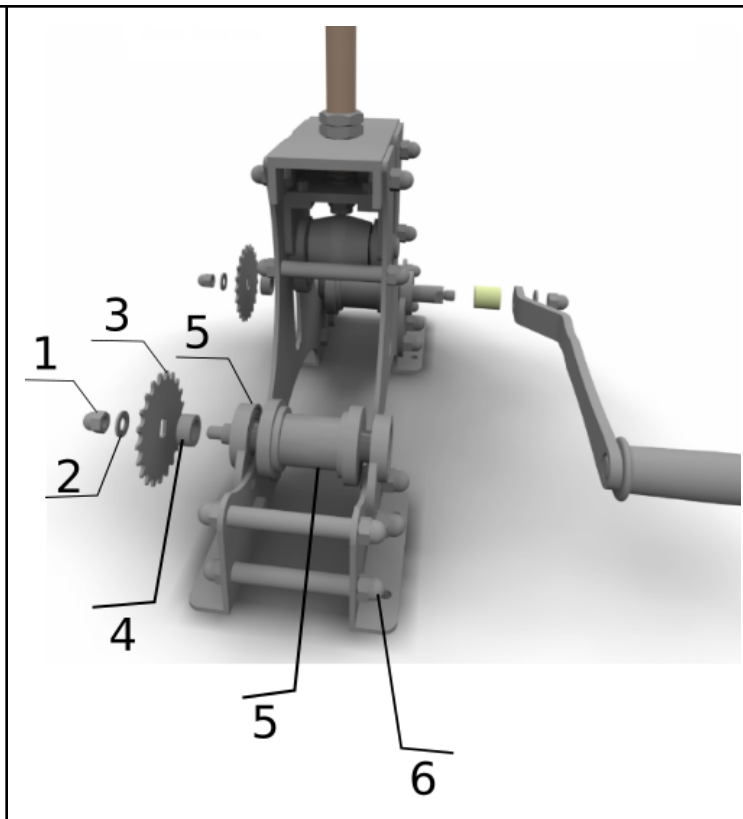

Рис. 4 Снятие и установка ведомого валка
2.2. Установите ведомый валок (Рис. 4)